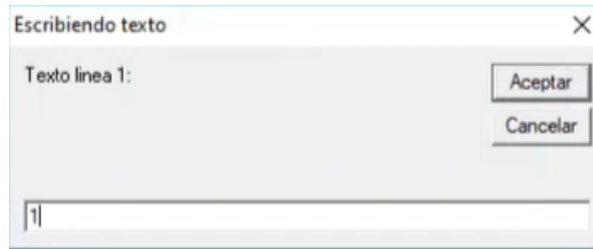

Figura 264. Nombre del vértice.
73. Presionar clic en uno de los vértices. En la ventana desplegada, introducir el nombre del vértice y presionar “Aceptar”. Figura 264.